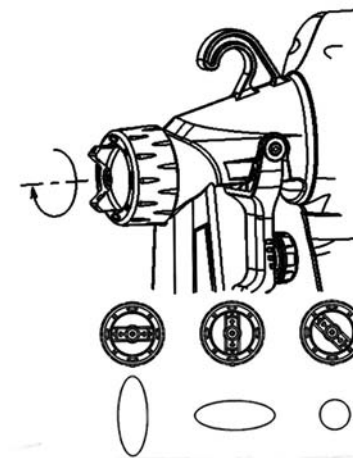

рис. 2
3.3 Факел можно настроить с помощью поворота регулятора (рис. 1 поз.7), как показано на рис.2. Регулятор расхода распыляемого материала (рис. 1 поз.3) расположен на курке (рис.1 поз.5). Поворот регулятора по часовой стрелке увеличивает количество распыляемого материала, против часовой - уменьшает. Перед началом покраски установите регулятор примерно посередине, затем поворачивайте его в одну или в другую сторону для достижения желаемого результата.